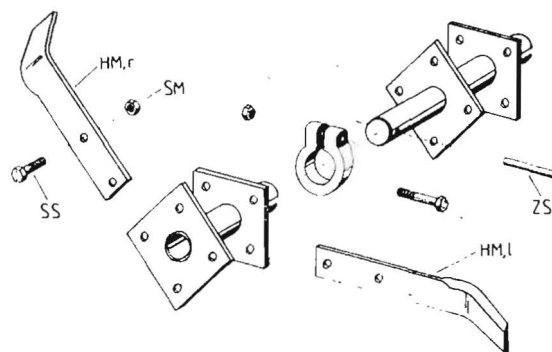

Bild 16/1
1. Lösen der Sechskantmutter (SM), die das jeweilige Hackmesser halten
2. Sechskantschrauben (SS) herausziehen
3. Hackmesser (HM) auswechseln (Bild 16/1)
1. Zylinderstift (ZS) herausdrücken (Bild 16/1) (mit hydraulischer oder Spindelpresse)